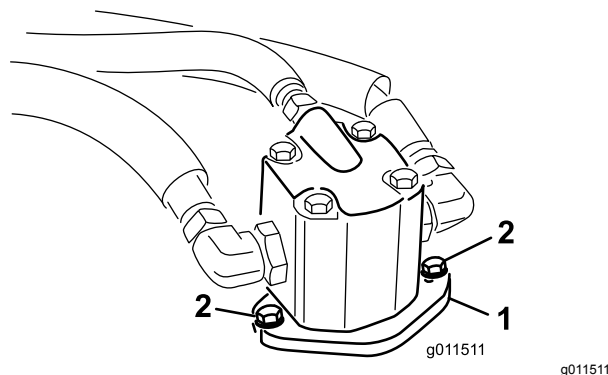

Figura 114
4. Rimuovete i bulloni che fissano il motore idraulico al piatto di taglio (Figura 114).